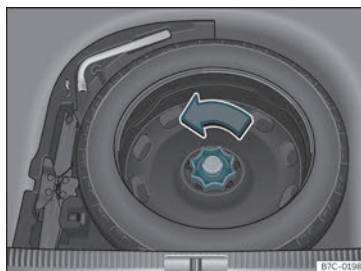

Fig. 268 No maleteiro:piso de carga alzado.
- Xire a roda no sentido contrario ás agullas do reloxo >>> **fig. 268**.